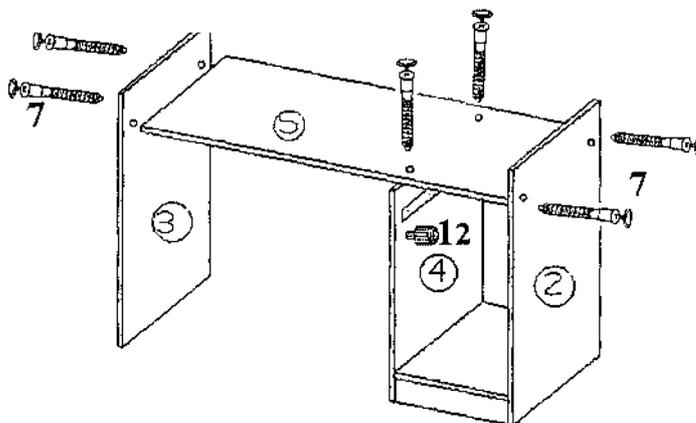

Рис.18.
На стенку (2,3,4) установить и закрепить стенку(5) с помощью стяжки 7. Установить заглушки к стяжке 7 (рис.18). На стенку (4) вставить останов 12.